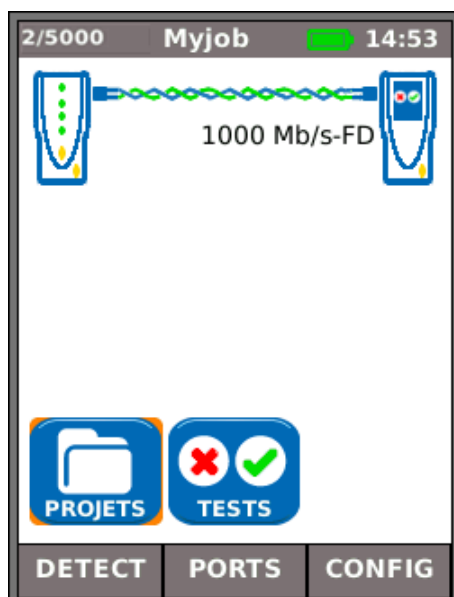

Figure 8
(1) Si les deux unités sont directement connectés à l'aide d'un câble cuivre ou de fibres optiques, appuyez sur la touche programmable DETECT (F1) pour détecter toutes les options disponibles (Figure 8). En plus des tests schéma de câblage (cuivre), les performances du câble peuvent être testées et mesurées. Pour une description de ces options, voir *Description du menu description Tests. Mode Ethernet, page 24*.